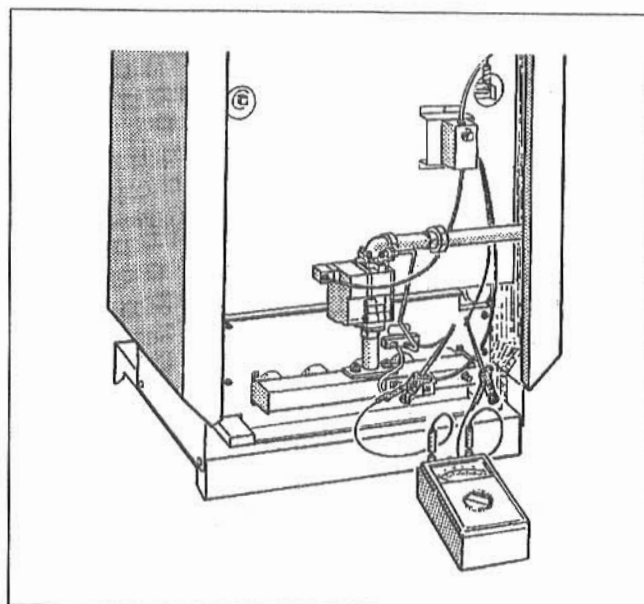

Fig. 24: Măsurarea curentului de ionizare
- Aparatul de măsură se racordează la cablul de supraveghere și electrodul de supraveghere în serie (Fig. 24). La aparatul de măsură se alege intervalul μA de curent continuu.